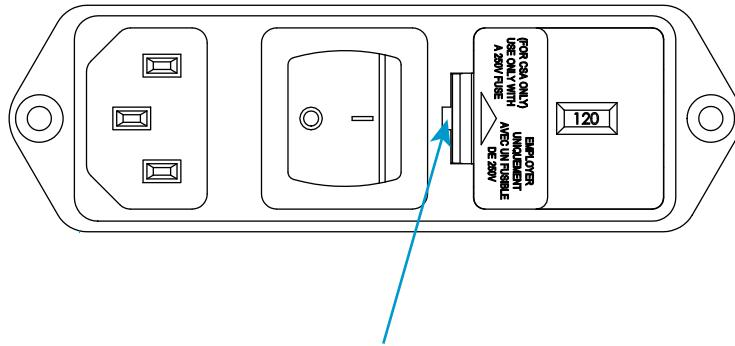

図5. ヒューズ ホルダの引き出し
1. 電源スイッチがオフ (0) 位置にあることを確認し、電源から電源ケーブルを抜きます。インジケータ パネルで LED が点灯していることを確認します。
2. 42 ページの図 5 に示すスロットに小さなマイナス ドライバを挿入し、ヒューズ ホルダを引き出します。